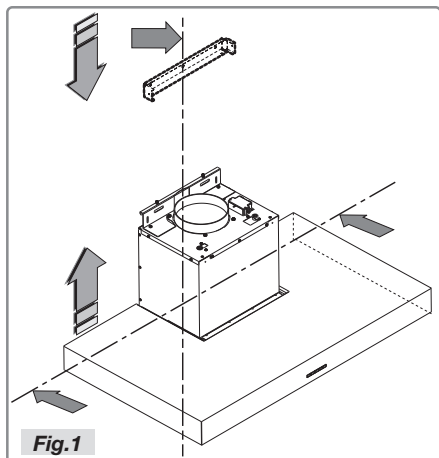

Fig.1
- Positionnez l'élément de fixation en tenant compte des dimensions indiquées à la figure 1 et mettez-le en place au moyen des vis et chevilles fournies avec l'appareil (Fig.10).